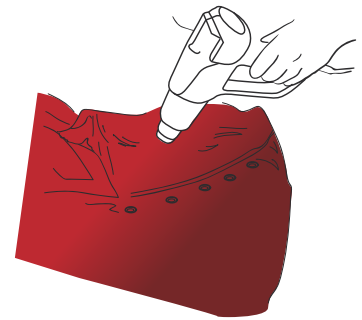

Abbildung 19
- › Erhitzen Sie dann erneut jede Niete auf 80 °C bis 90 °C. (Abb. 19).